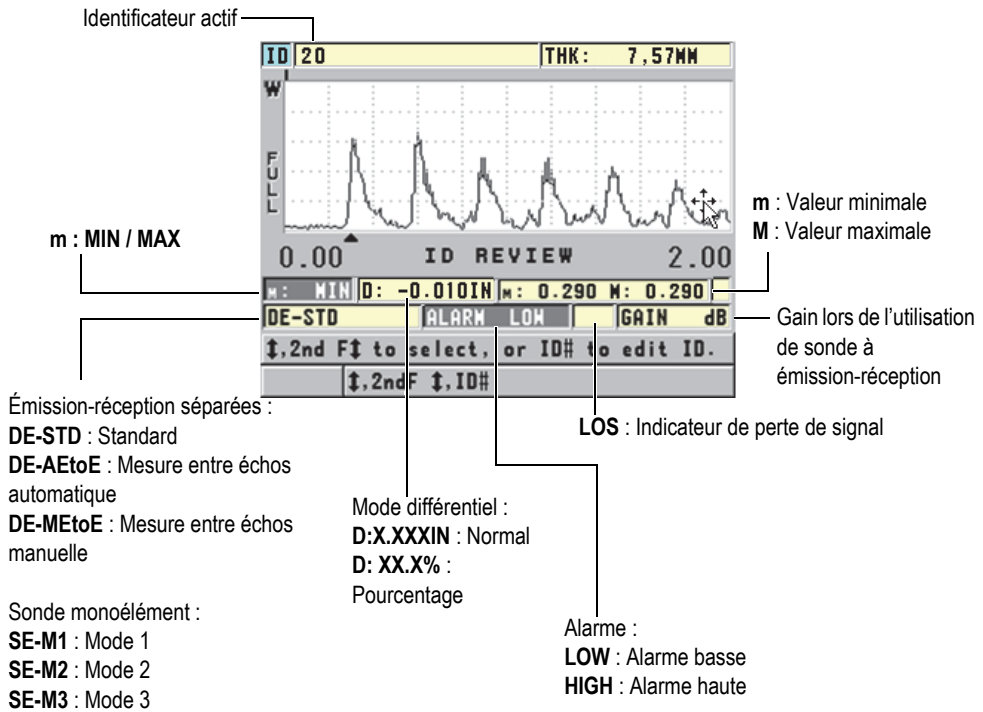

Figure 6-36 Identification de l'écran VÉRIFIER ID
Un exemple d'écran VÉRIFIER ID et une description de son contenu sont illustrés à la Figure 6-36 à la page 135. La zone située en-dessous du A-scan contient les marqueurs d'état qui décrivent les mesures d'épaisseur enregistrées affichées. Les marqueurs sont représentés par les mêmes abréviations à lettre unique que les mots d'état transmis par le mesureur à l'aide des commandes d'envoi (voir « Gestion des communications et du transfert de données » à la page 209).
3. Lorsque vous êtes dans l'écran VÉRIFIER ID (voir la Figure 6-36 à la page 135), procédez comme suit :